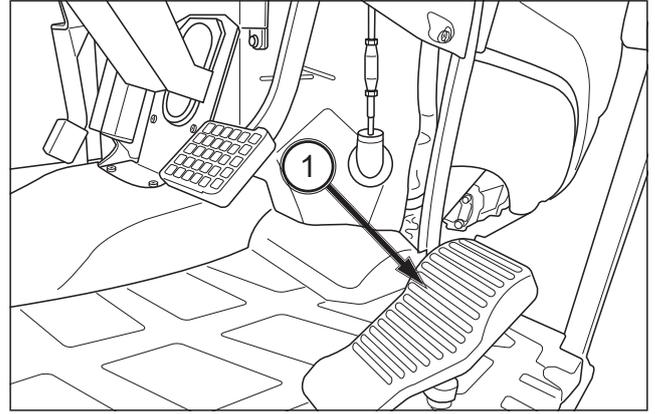

FIG. 82
FIGS. 82, 83 & 84: Pise el pedal HST (1) y mantenga la velocidad prevista, y pulse el interruptor del control de crucero (2) en la posición «ON». Al mismo tiempo, se encenderá la lámpara de control de crucero (4).